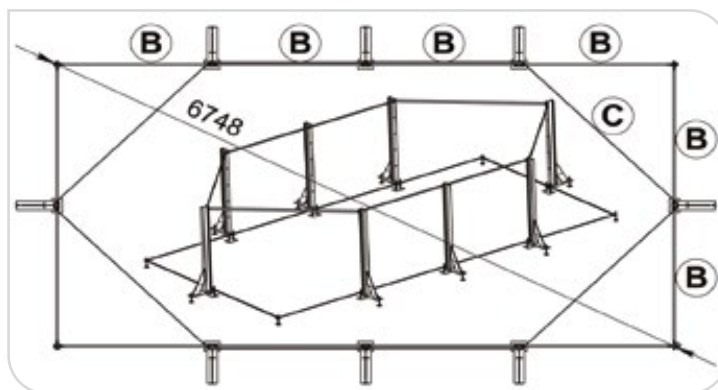

Figure 8 – La structure métallique - bassin 3 x 6
Après avoir correctement disposé la 1^{er} couche de ferrailage (Figure 3) répartissez les poteaux métalliques nécessaires au montage de votre bassin (Figure 8) après les avoir pré-équipés de vérins (Figure 4). Ces poteaux sont reliés entre eux en partie basse par des plats verrouillés par 2 points (visserie sachet A).
- Les diagonales du bassin prises à l'axe des vérins d'angles (*Figure 8*).